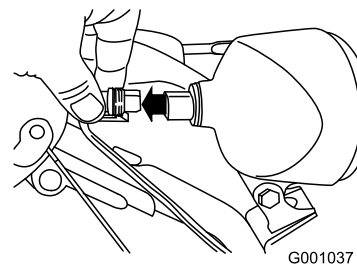

Рисунок 61
1. Снимите соединитель с тыльной части фары (Рисунок 61).